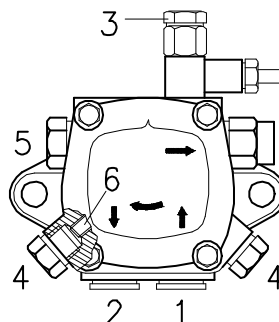

Fig. 21
6.3 Bomba (Fig. 21)
- A fin de que la bomba pueda autocebarse, es indispensable aflojar el tornillo 3) (Fig. 21) de la bomba para purgar el aire que pueda haber en el tubo de aspiración.
Para variar la presión de la bomba, usar el tornillo 5) (Fig. 21.pág. 18)